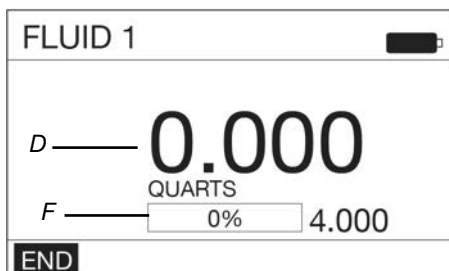

FIG. 70
2. Si le compteur reconnaît le coupon d'étalonnage, l'écran de DISTRIBUTION illustré sur la Fig. 70 s'affiche.
Durant la distribution, la mention END (Terminer) (FIG. 70) s'affiche en surbrillance dans le coin inférieur gauche de l'écran de distribution. Pour interrompre le remplissage durant la distribution :